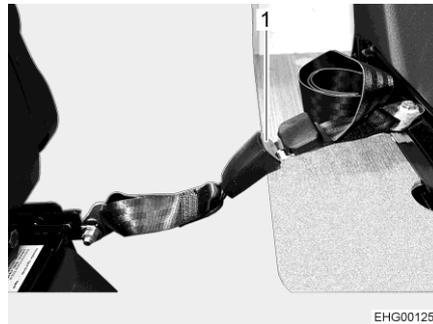
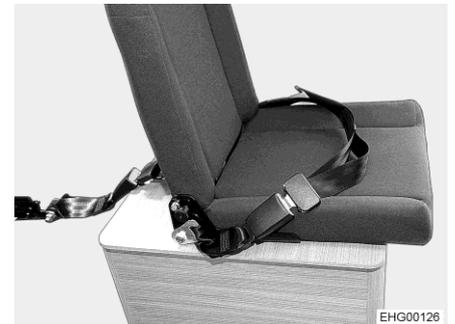

Fig. 34 Cintura di ritegno
Fig. 35 Sedile (montato e pronto)
- Infilare la cintura di ritegno (Fig. 34,1) nella sua chiusura. Il sedile aggiuntivo ora è pronto e montato (Fig. 35).